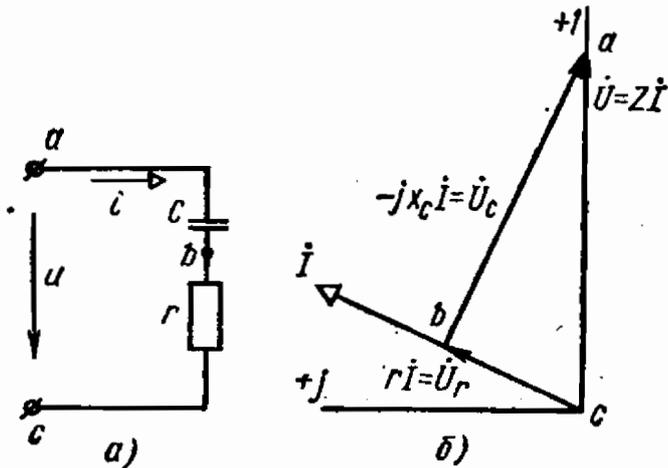

Рис. 3.15
3.15. В сеть напряжением 127 В включены последовательно батарея конденсаторов емкостью 290 мкФ и резистор с сопротивлением 5 Ом (рис. 3.15, а).
Для построения топографической диаграммы (рис. 3.15, б) определяем: